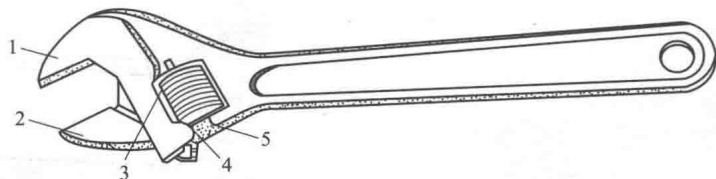

图 1-6 活动扳手
(4) 活动扳手 其开口尺寸能在一定的范围内任意调整，使用场合与开口扳手相同，但活动扳手操作起来不太灵活。如图 1-6 所示，其规格是以最大开口宽度（mm）来表示的，常用的有